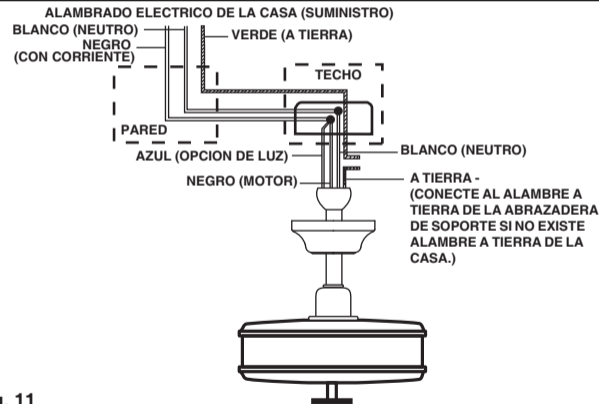

Fig. 11
**Paso 1.** Conecte el Alambre Negro (corriente) de la caja de distribución a los alambres negro y azul del ventilador. Conecte el alambre Blanco (neutral) de la caja de distribución con el alambre blanco del ventilador (Fig. 11).